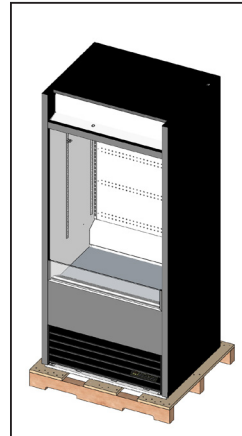

Abb. 1. Entfernen Sie die Umverpackung.
1. Entfernen Sie die äußere Verpackung (Karton und Luftpolsterfolie oder Styroporecken und durchsichtige Kunststoffolie). Siehe Abb. 1. Überprüfen Sie das Gerät auf versteckte Schäden. **Reichen Sie umgehend Ihre Ansprüche beim Spediteur ein, wenn Schäden vorhanden sind.**